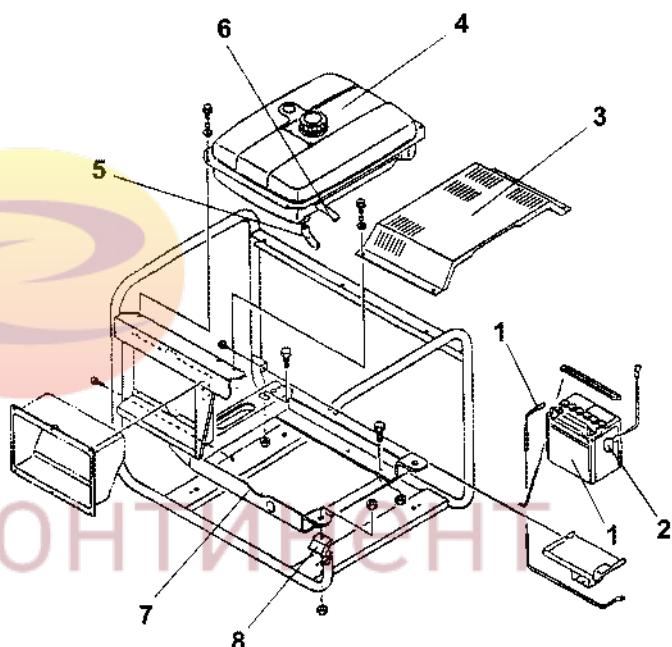

Рис. 13 Рама и дополнительные опоры
- Рис. 13 иллюстрирует объем и содержание работ и расположение узлов.
(Рис. 13, (1))
2. Отсоедините аккумулятор (Рис. 13, (2)).
3. Снимите крышку двигателя (Рис. 13, (3)).
4. Отсоедините топливные шланги (Рис. 13, (5), (6)) от двигателя и затем снимите топливный бак (Рис. 13, (4)).
- Закрепите шланг (Рис. 13, (5)) так, чтобы оба конца шланга были отсоединенны во время разборки.
- После закрепления шланга (Рис. 13, (5)), продуйте воздухом шланг (Рис. 13, (5)) вместе с топливным насосом высокого давления.
5. Снимите дополнительные опоры (Рис. 13, (7)).
6. Снимите виброгаситель (Рис. 13, (8)).